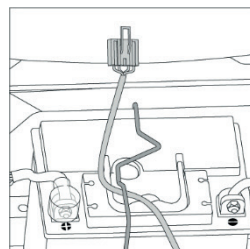
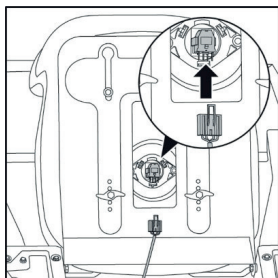

FIG.2B
FIG.2C
4. COJA EL MAZO DE CABLES DEL INTERRUPTOR DEL ASIENTO Y PÁSELO POR DEBAJO DE LA VARILLA DE FIJACIÓN DE LA BATERÍA. CONECTE EL MAZO DE CABLES DEL INTERRUPTOR DEL ASIENTO AL INTERRUPTOR DEL ASIENTO. (FIG.2B Y FIG.2C)